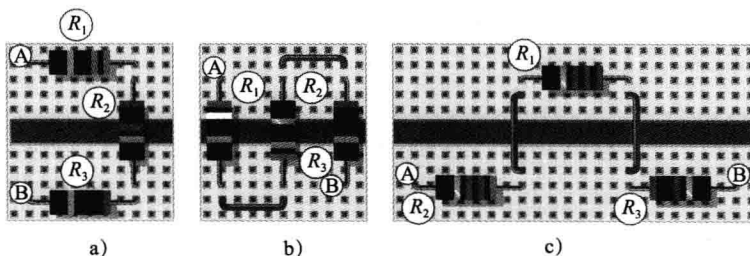

图 4-14
1. 计算图 4-14 中各个电路 A 点与 B 点之间的 R_T 。其中，图 4-14a 中电阻 R_1 的色环颜色分别为：橙、橙、黑、金；电阻 R_2 的色环颜色分别为：棕、黑、棕、金；电阻 R_3 的色环颜色分别为棕、黑、黑、金。图 4-14b 中电阻 R_1 的色环颜色分别为：橙、白、黑、金；电阻 R_2 的色环颜色分